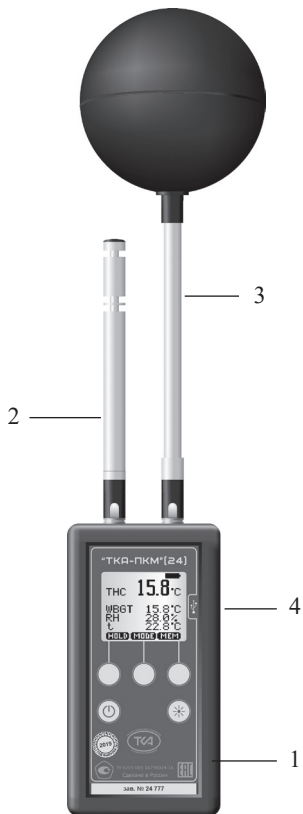

Рис.1 – Внешний вид прибора “ТКА-ПКМ”(24)
5.1 Приборы комбинированные выпускаются в компактном портативном исполнении. Конструктивно прибор состоит из трех функциональных блоков: измерительной головки №1 (ИГ №1), измерительной головки №2 (ИГ №2) и блока обработки информации (БОИ) (Рис.1).
5.4 Конструкция прибора позволяет подключать измерительные головки к БОИ как напрямую, так и через кабель-удлиннитель. Один из кабелей-удлиннителей позволяет установить подключенную к нему ИГ №2 с черным шаром (3, Рис.1) на штатив. Зонды можно подключать в любом порядке к соответствующему разъему на верхней торцевой крышке включенного прибора.